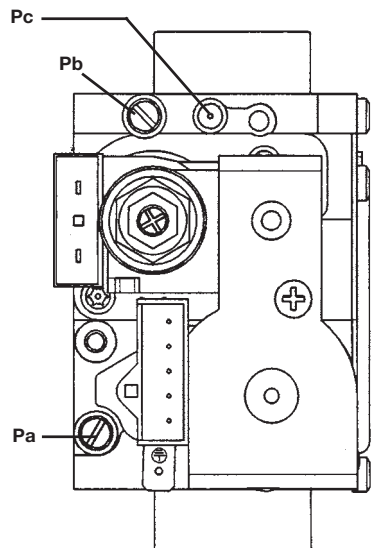

Рисунок 12
Калибровка газового клапана выполняется различным образом в зависимости от типа установленного на котле клапана (HONEYWELL или SIT, см. рисунок 12).
- убедитесь, что динамическое давление питания котла (Pa), измеренное в контрольной точке (Pa) газового клапана (Рис. 12), соответствует требуемой величине (37 мбар для пропана или 20 мбар для природного газа).